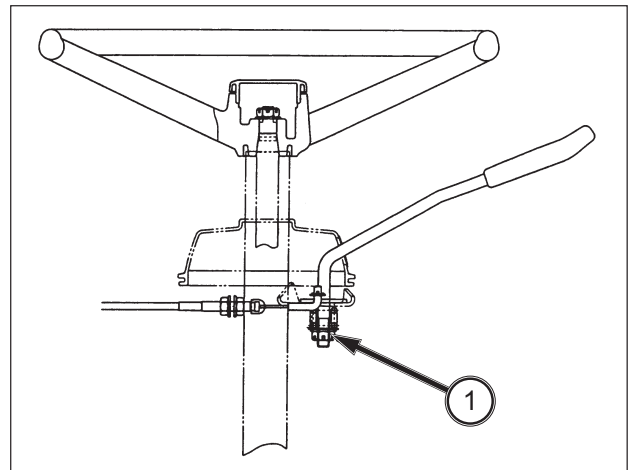

ABB. 141
**ABB. 141:** Der Handgashebel sollte in der gewählten Stellung verharren. Aufgrund von normalem Verschleiß kann jedoch der Reibwiderstand, der den Hebel in seiner Stellung hält, abnehmen, sodass der Hebel nach einiger Zeit nicht mehr zuverlässig in der gewählten Stellung bleibt. In diesem Fall die Einstellmutter (1) drehen, um den Reibwiderstand nach Bedarf zu erhöhen.